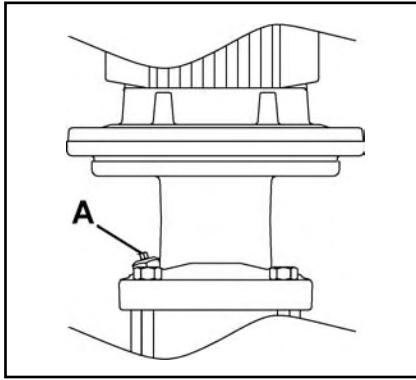

Fig. 6
1. Løsn spædepropstenen (A, Fig. 6) 1-2 omgange, indtil der kommer vand og luft ud.